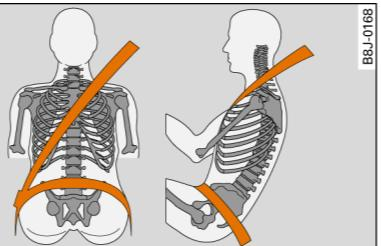

图 203 肩部与胯部安全带的系带方式
- 肩部安全带部分绝不允许勒过颈部，必须大致从肩部中间通过且较好地贴紧上身。腰部安全带部分必须置于髋部前面，不允许围在腹部，且必须始终紧贴髋部 ⇒ 图 203。必要时应将安全带再稍稍拉紧。